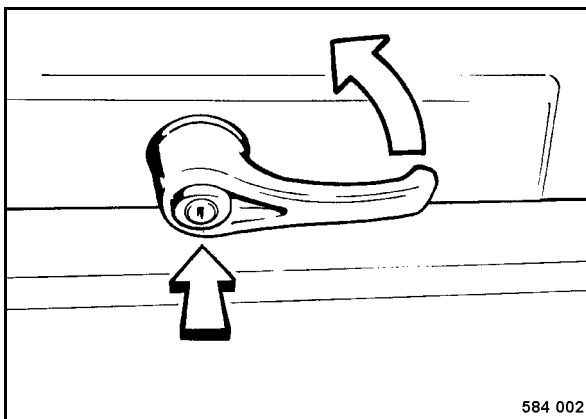

Fig. 75
- Abrir el mecanismo de enclavamiento (Fig. 75).